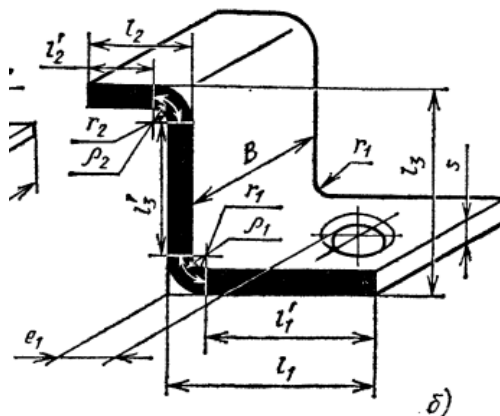

Рисунок 3
4. Определить длину развертки для гибки детали рисунок 3. Исходные данные $l_1 = 40$ мм, $l_2 = 30$ мм, $l_3 = 50$ мм $r_1 = 3$ мм, $r_2 = 4$ мм, $S = 2$ мм.
Определить усилие для детали рисунок 3. Исходные данные: $B = 40$ мм, радиус гибки $r = 3$ мм, толщина материала $S = 3$ мм, материал - сталь 65 Г ($\sigma_B = 850$ МПа), гибка с прижимом.